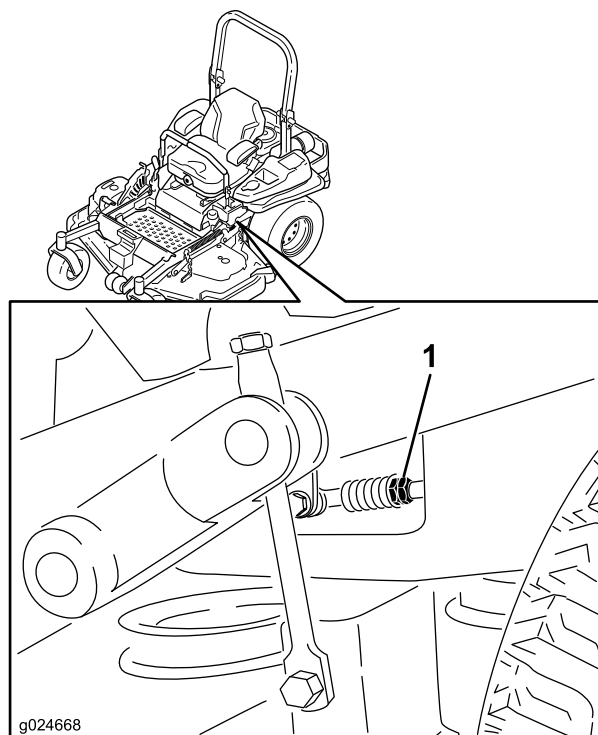

Figure 76
8. Réglez la longueur des tiges de pompe en tournant les doubles écrous dans le sens voulu jusqu'à ce que les roues tournent légèrement en arrière (Figure 76).